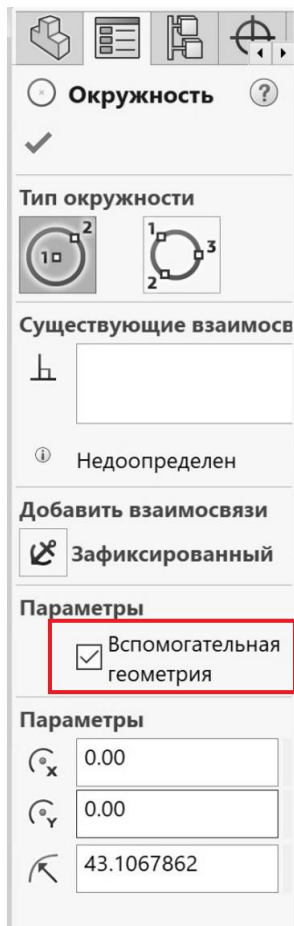

Рис. 14
5. Будемо ще два кола. При побудові великого кола в параметрах обираємо *Допоміжна геометрія* (рис. 14, 15).